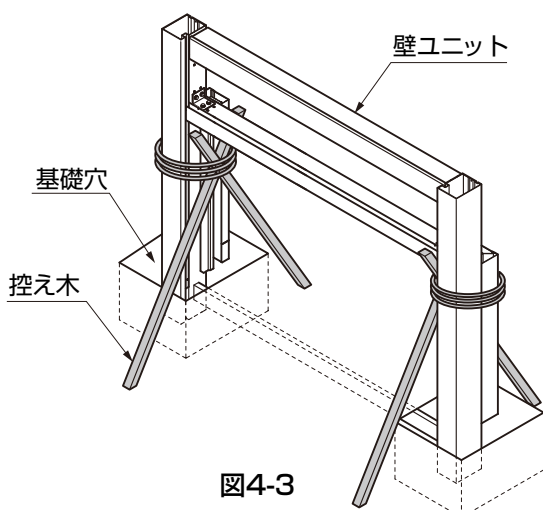

図4-3
- ①基礎穴に壁ユニットを立てて、控え木等で壁ユニットが倒れないように固定してください。(図4-3参照)